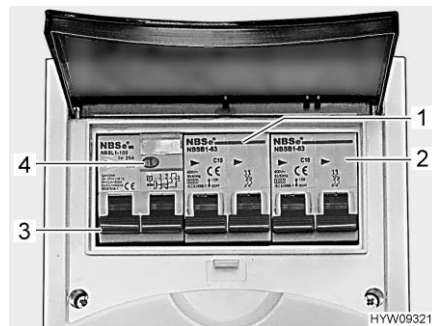

Bild 160 Ledningsskyddsbrytare och FI-brytare (230 V-säkringslåda)
En jordfelsbrytare (FI-brytare) (Bild 160,3) i säkringslådan skyddar hela fordonet mot läckström (0,03 A).
Den efterkopplade ledningsskyddsbrytaren (10 A) (Bild 160,1) skyddar 230 V-uttagen, el-blocket, den extra laddaren och kylskåpet.
På fordon med extrautrustning t. ex. takklimatanläggning skyddas apparaten av en extra ledningsskyddsbrytare (16 A) (Bild 160,2).
- När fordonet är anslutet till 230 V-försörjningen: Tryck på kontrollknappen (Bild 160,4). Jordfelsbrytaren (FI) måste lösa ut.